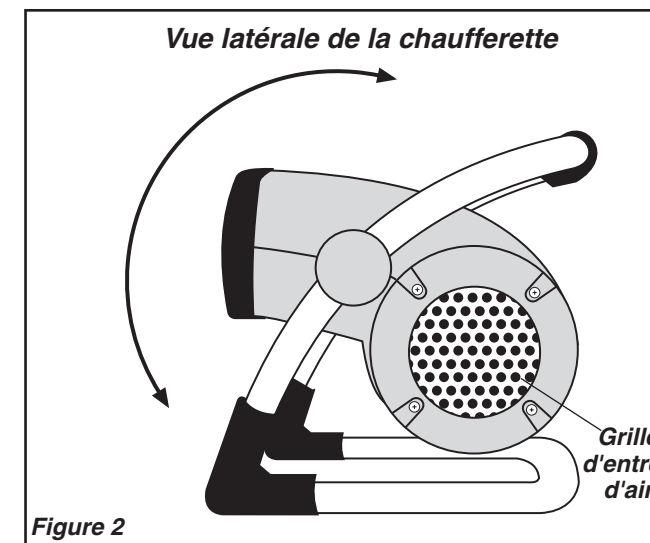

Figure 2
7. Déplacer le **bouton de puissance** au réglage de chaleur désiré. Chaleur élevée (1500 W) est représenté par le (2) et chaleur faible (900W) par le (1).
9. Pour ajuster l'angle du débit d'air de la chaufferette, pivoter le châssis de la chaufferette vers l'avant ou vers l'arrière pour la position désirée. (Figure 2)
11. Pour débrancher la chaufferette, tourner le **bouton de puissance** à la position "Éteinte" (0), puis débrancher la fiche de la prise de courant.